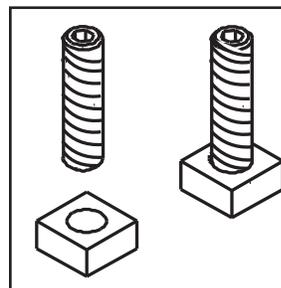

Figure 24.2
8. Vissez les boulons Allen dans les écrous jusqu'à ce qu'ils soient à égalité (**Figure 24.2**).